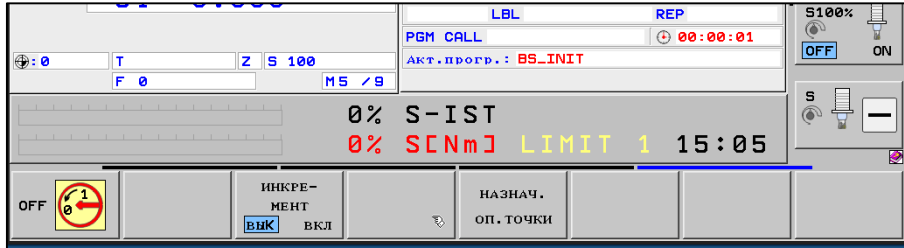

Рисунок 1.18 – Підтвердження вимикання
2. Потім натиснути крайню ліву клавiшу панелі *Softkey* і підтвердити вимикання (рис.1.18).